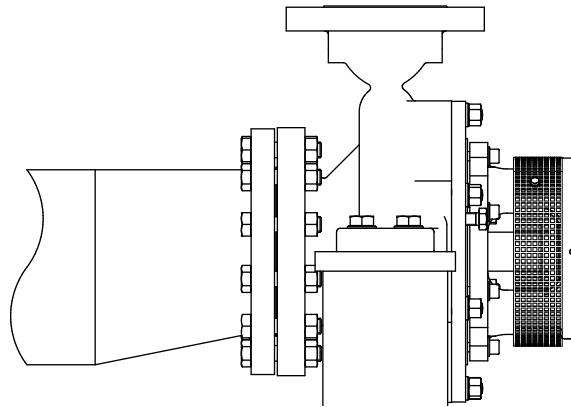

Figure 5: Réducteur excentrique vers la bride d'aspiration.
- Prévoyez des dimensions généreuses pour le passage du tuyau d'aspiration. Ce tuyau doit être aussi court que possible et son trajet vers la pompe ne doit pas permettre la formation de poches d'air. Si cela n'est pas réalisable, un dispositif d'aération doit être prévu au point le plus élevé du tuyau. Si le diamètre intérieur du tuyau d'aspiration est plus grand que celui du raccord d'aspiration de la pompe, une pièce de réduction excentrique doit être utilisée pour éviter la formation de poches d'air et de tourbillons. Voir figure 5.